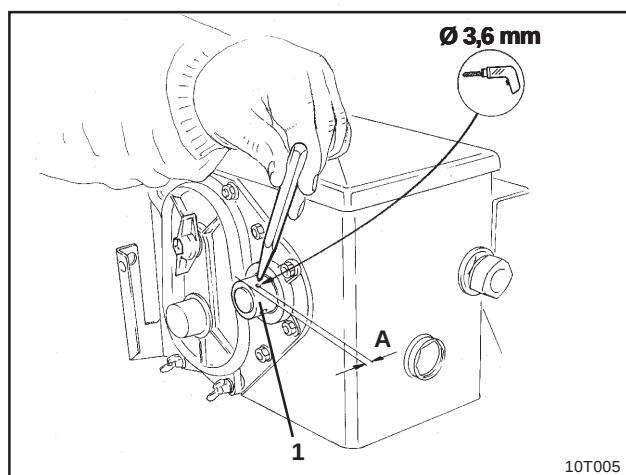

Fig. 6.3
- Percez d'abord un trou ($\varnothing$ 3,6 mm) dans l'arbre creux (fig. 6.3/1) du boîtier sélecteur en utilisant la mèche fournie dans le colisage;
La distance A (voir fig. 6.3) comprise entre le bord de l'arbre creux et le centre du trou **doit être de 5 mm**. Pour bien respecter la cote **pointez avant de percer**.